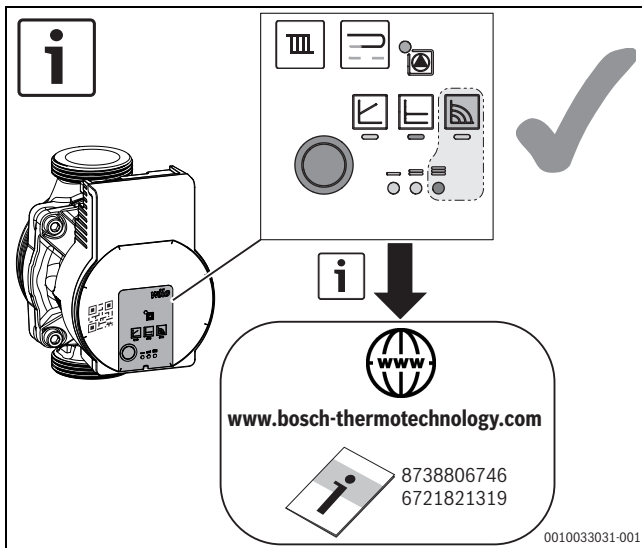

Bild 11 Einstellung der Pumpe (Beispiel)
- Pumpe auf Stufe 3 einstellen (→Bild 11).